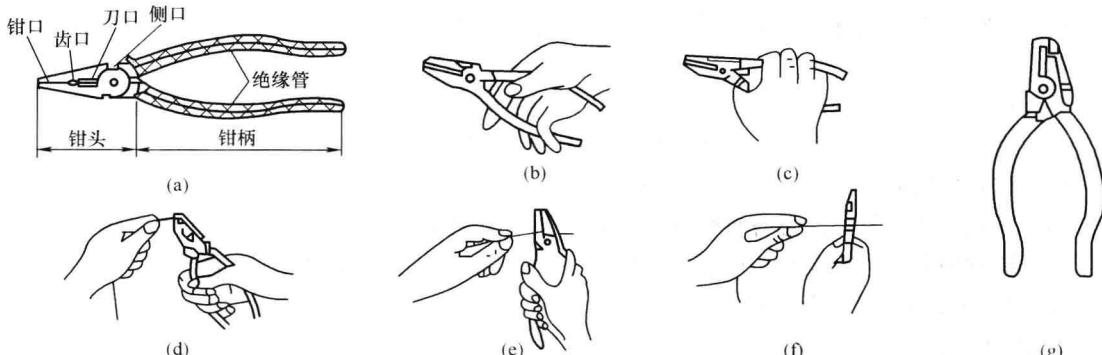

图 1-2 钢丝钳的结构和用途
(1) 钢丝钳。钢丝钳由钳头和钳柄两部分组成，钳头包括钳口、齿口、刀口和侧口四部分，其结构和用途如图 1-2 所示。钢丝钳常用来剪切导线，弯铰导线，拉剥导线绝缘层和紧固及拧松螺钉。